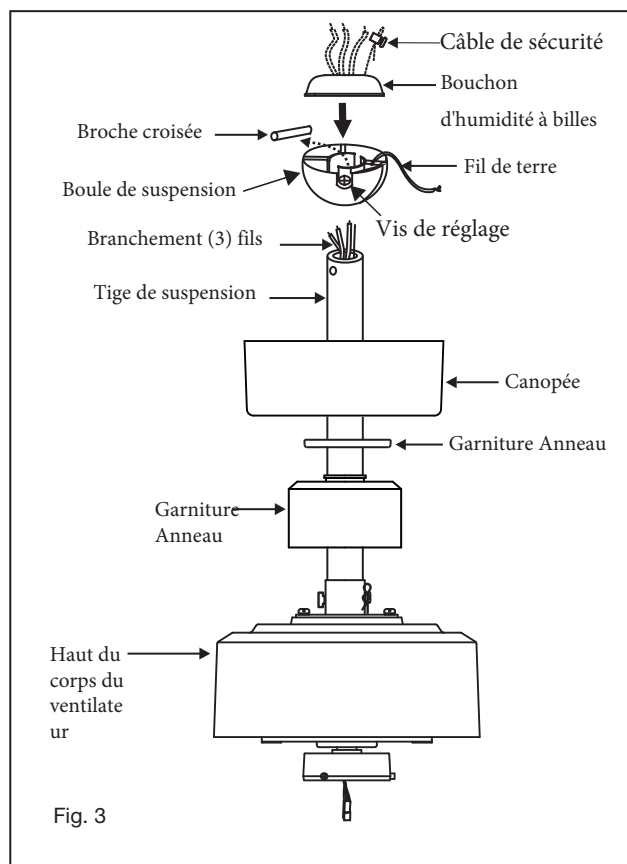

Fig. 3
Glissez le couvercle de joug, l'anneau de garniture et l'auvent sur la tige de suspension. (Fig. 3)
Faites passer les fils à travers les trous du capuchon anti-humidité de la boule en caoutchouc et faites glisser le capuchon sur le dessus de la boule. (Fig. 3) Soulevez la boule/la tige de suspension/le ventilateur dans l'ouverture du support de suspension.
- 1 Retirez la plaque murale existante et l'ancien interrupteur de la boîte de prise murale. (Fig. 3)